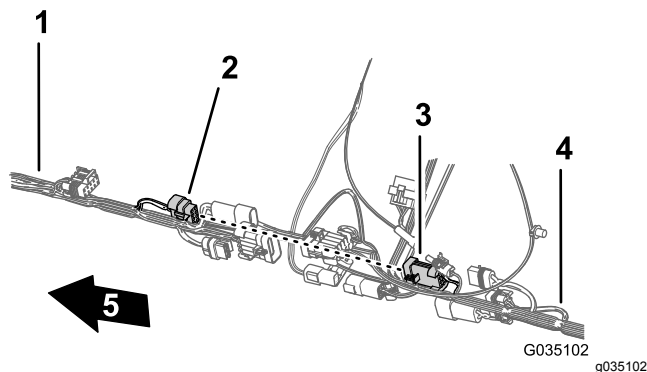

Figura 88
3. Collegate il connettore a 8 pin del cablaggio anteriore per l'interconnessione del cablaggio dell'irroratrice al connettore a 8 prese del cablaggio posteriore per l'interruttore del volume (Figura 88).